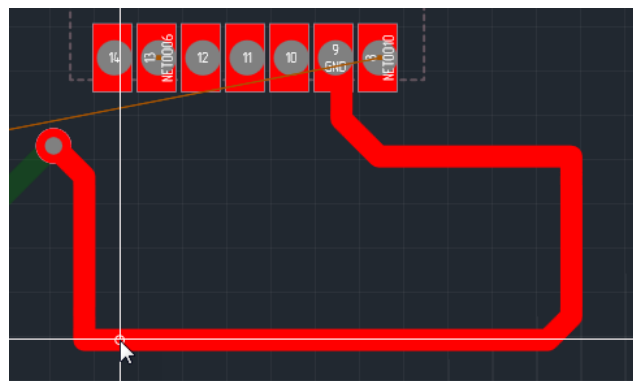

Рис. 212 Точка начала меандра
2. Навести курсор на трек, длину которого требуется увеличить, и определить точку начала меандра, см. Рис. 212.